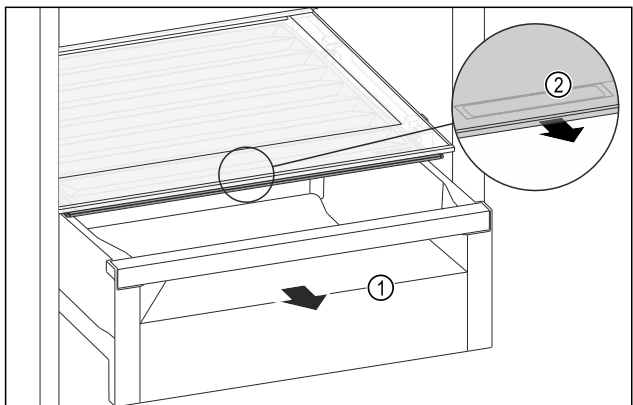

Fig. 81
- Schuifvak Fig. 81 (1) uittrekken.
- Greeplijst Fig. 81 (2) op het vakdeksel vastpakken en het vakdeksel gelijktijdig naar voren trekken.